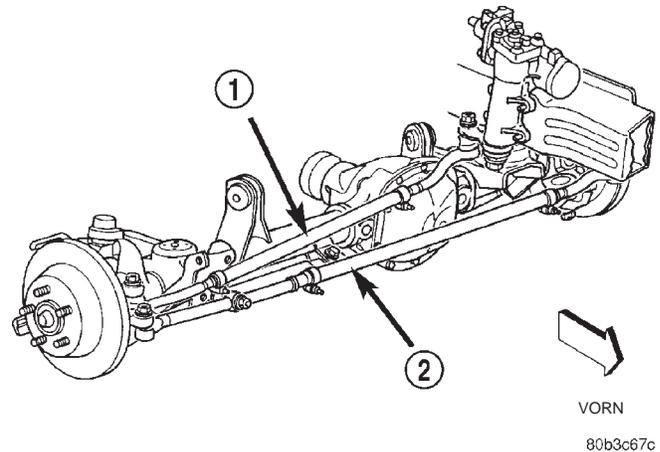

Abb. 2 Lenkgestänge
(2) Motor anlassen und das Lenkrad mehrmals in beide Richtungen einschlagen. Dann die Vorderräder geradeaus stellen. Das Lenkrad in dieser Stellung fixieren.
(3) Die Schrauben an der Einstellhülse der Spurstange lockern (Abb. 2).
(4) Die VORSPUR durch Drehen der Einstellhülse einstellen. Die Einstellhülse so weit drehen, daß der Sollwert erreicht wird. Die Schrauben an den Schellen der Einstellhülse korrekt positionieren (Abb. 2).
(5) Die Schrauben der Einstellhülse mit einem Anzugsmoment von 68 N·m (50 ft. lbs.) festziehen.
(1) Schrauben an der Einstellhülse der Lenkzwischenstange lockern.
(2) Einstellhülse zum Zentrieren des Lenkrads drehen.
(3) Die Schrauben an den Schellen der Einstellhülse korrekt positionieren (Abb. 2).